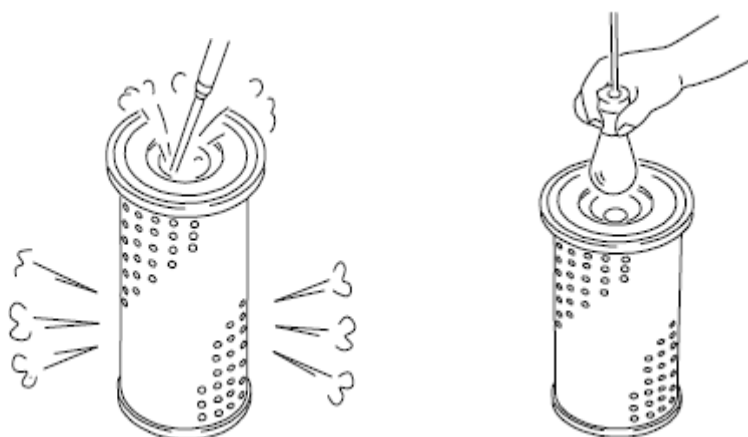

Figura 05 – 06
- c) Remova a poeira seca do elemento do filtro conforme as etapas a seguir. Consulte a Figura 05 – 06. Aplique ar comprimido seco ao longo da borda do elemento do filtro de dentro para fora, para frente e para trás, para remover a poeira. Instale o elemento do filtro na cuba do filtro depois de garantir que esteja completo e sem danos (usando a lanterna ou lâmpada para iluminar o interior do elemento do filtro). Troque o elemento do filtro se ele estiver danificado.